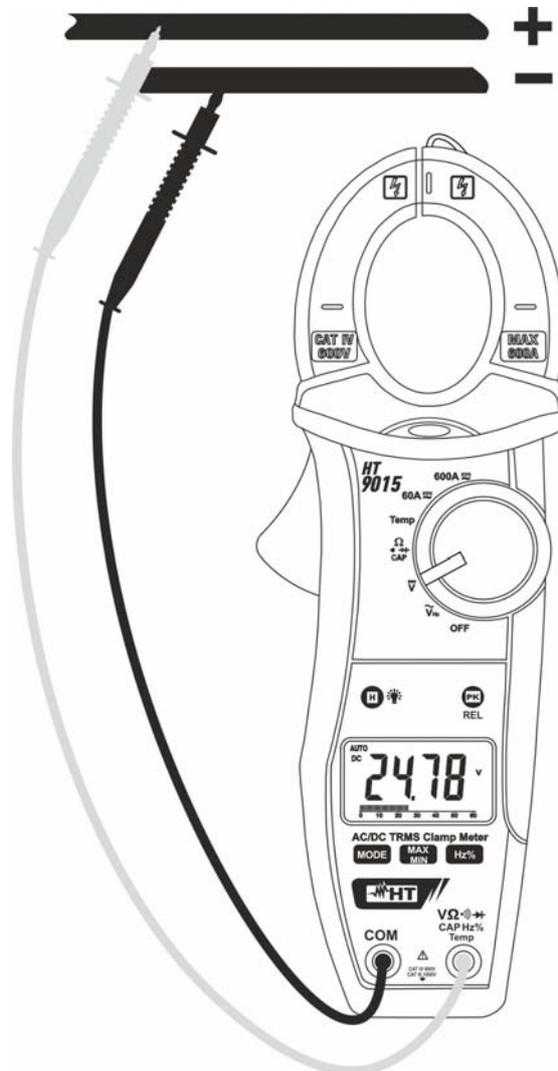

Fig. 4: Uso della pinza in misura di Tensione DC
2. Inserire il cavo rosso nel terminale di ingresso  $V\Omega\sim\rightarrow\text{CAPHz\%Temp}$  e il cavo nero nel terminale di ingresso **COM** (Fig. 4)